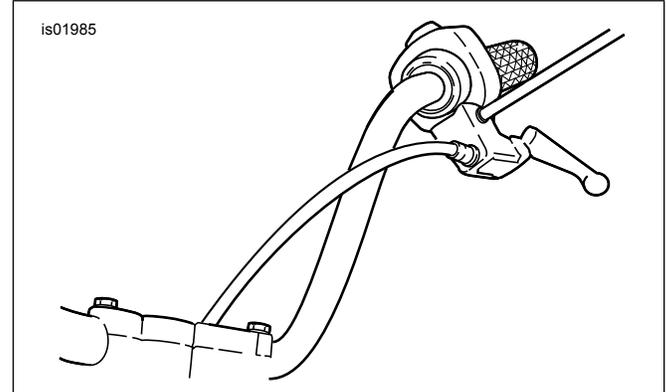

Figura 1. Nueva ubicación del cable del embrague
2. **Para los modelos FXSTB:** Siga al Paso 3. **Para todos, excepto el FXSTB:** Vea la Figura 1. Reubique el cable del embrague en el interior de los manillares como sigue:
- d. Vea la Figura 1. Coloque el cable del embrague en el interior de los manillares y vuelva a conectar el cable del embrague a la palanca del embrague.